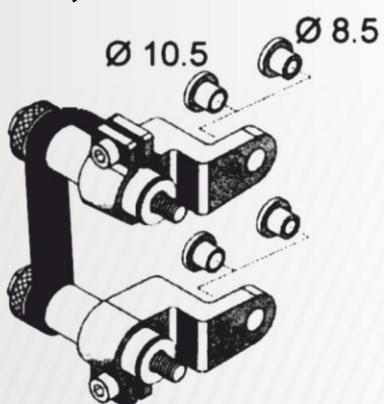

Рисунок 14
2. Определите какие вставки для крепежного адаптера использовать в зависимости от диаметра (см. рис.14): M8 – используйте вставки Ø 8,5 в кронштейн крепежного адаптера. M9-M10 – используйте вставки Ø 10,5 в кронштейн крепежного адаптера. M12-M14 – не используйте вставки